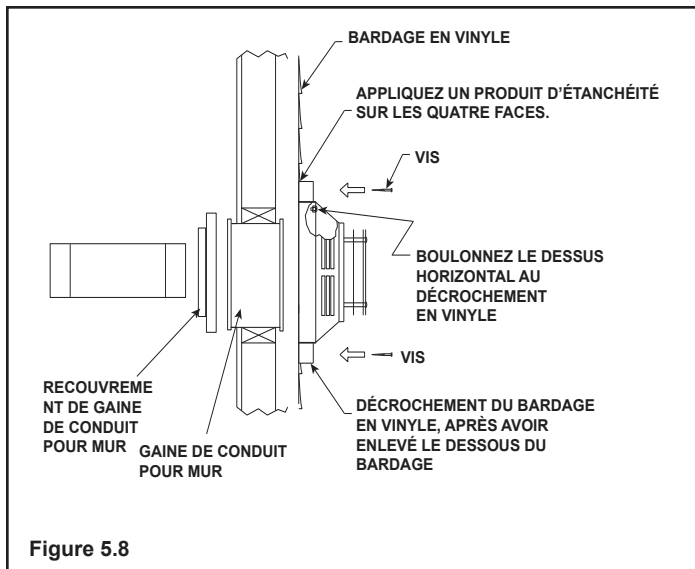

Figure 5.8
10. Si vous installez un abat-vent HHW2, le conduit sera décentré par rapport au solin en tôle galvanisée. Les dégagements par rapport aux matériaux combustibles doivent être corrects. Si vous utilisez un abat-vent approuvé autre que le HHW2 (réf. 841-0670) sur un bâtiment recouvert d'un bardage en vinyle, un écarteur pour bardage en vinyle doit être installé entre le mur extérieur et l'abat-vent (voir **figure 5.8** à la page suivante). Suivez les instructions du fabricant pour installer les écarteurs du bardage en vinyle sur l'abat-vent horizontal. Ces écarteurs empêchent un chauffage excessif du bardage en vinyle et de fondre le vinyle. L'abat-vent du conduit de fumée ne doit pas être encastré dans le mur ou le bardage. Enlevez le bardage à l'emplacement de l'écarteur.